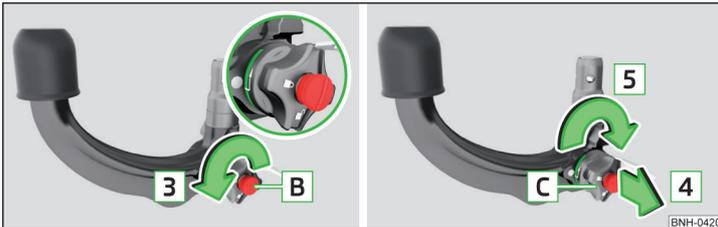

Abb. 131 Bereitschaftsstellung einstellen
- Den Schlüssel **B** in Pfeilrichtung **3** bis zum Anschlag drehen, sodass der Pfeil am Schlüssel zum Symbol **♠** » Abb. 131 zeigt.